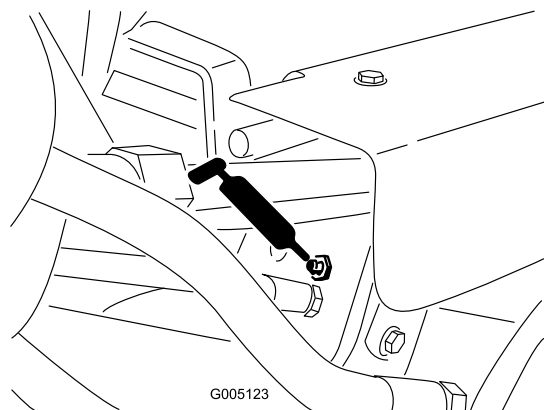

Figura 44
- Cilindros de elevação (3) (Figura 44)